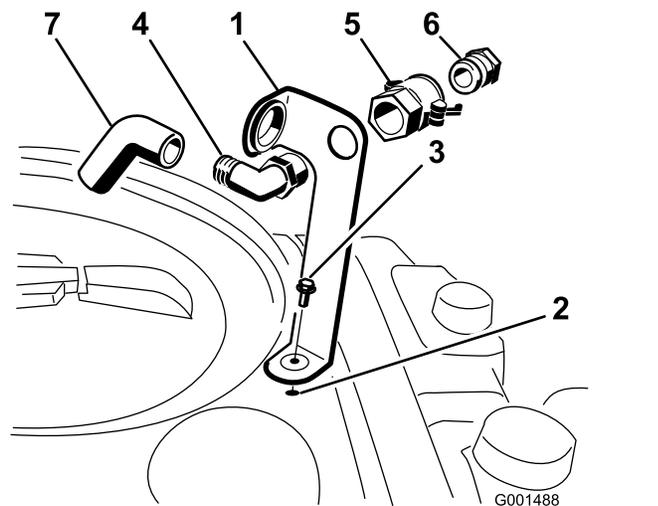

Рисунок 3
головкой (5/16 x 3/4 дюйма), как показано на Рисунок 3.
- Проденьте резьбовой конец прямоугольного штуцера сквозь кронштейн и наверните на него быстроразъемную муфту, прикрепив штуцер к кронштейну (Рисунок 3).
- Установите переходник шланга в быстроразъемную муфту (Рисунок 3).
- Зафиксируйте переходник на месте, повернув рычаги в направлении переходника, и затем закрепите их с помощью шплинтов (Рисунок 3).
- Протяните антисифонный шланг сквозь большое отверстие в кронштейне и наденьте на конец типа «елочка» прямоугольного штуцера (Рисунок 3).